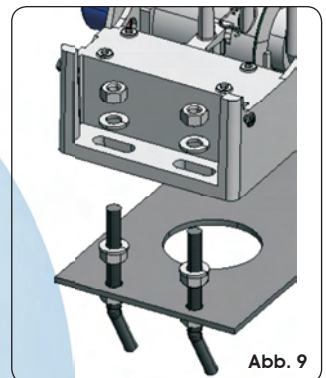

Abb. 9
- ④ Den Antrieb mit Hilfe der im Lieferumfang enthaltenen Muttern und Unterlegscheiben an der Platte befestigen, siehe Abb. 9.